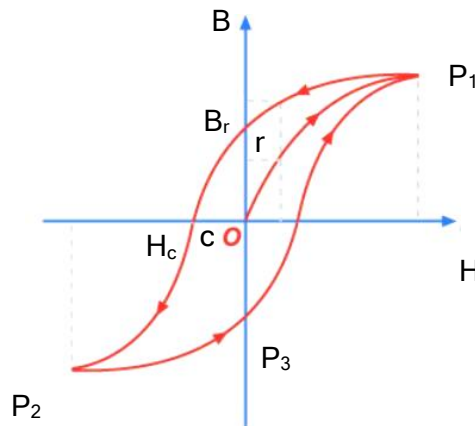

Figura 1: Curva de histerese (indução magnética, B , versus campo aplicado).
Quando um material ferromagnético é submetido a um campo magnético externo, existe um ponto que todos os momentos magnéticos do material estão alinhados ao campo externo, conhecido como magnetização de saturação. Após ter atingido a saturação, um aumento posterior do campo magnético não produz mais nenhum aumento da magnetização M . Quando o campo magnético é reduzido a zero, alguma magnetização persiste. Esse efeito é denominado de histerese; a magnetização e a desmagnetização de um material que possui histerese produzem perda de energia (área interna da curva de histerese) e a temperatura do material aumenta durante o processo. A curva de histerese é própria para cada material e pode ser vista na Figura 1 a seguir.
2. Nos dois gráficos, determine a magnetização residual (B_r) e o campo coercitivo (H_c), indicados na Figura 1, através da média aritmética ($B_r = \frac{B_{r+} + |B_{r-}|}{2}$, $H_c = \frac{H_{c+} + |H_{c-}|}{2}$). Caso seja necessário, pode-se usar o método da interpolação linear para determinar B_{r+} , B_{r-} , H_{c+} , H_{c-} .¹
4. Faça dois gráficos de B (mT) versus H (kA/m) para cada um dos núcleos (sólido e laminar) da parte positiva da indução magnética (B) e partir deles calcule a energia perdida E_{perd} (J/m^3) no processo de magnetização e desmagnetização;